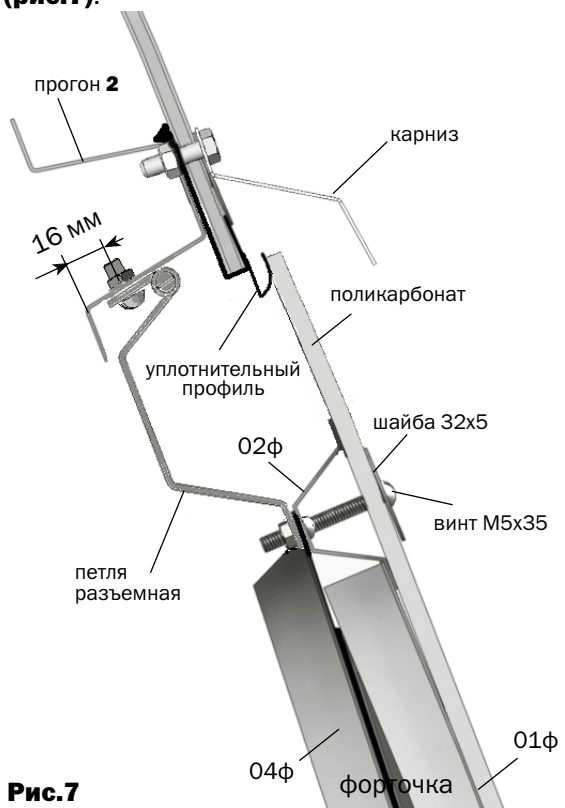

Рис.7
7. Приложить форточку к окну, разметить отверстия под петли и затем просверлить 4 отверстия на прогоне (**рис.7**).